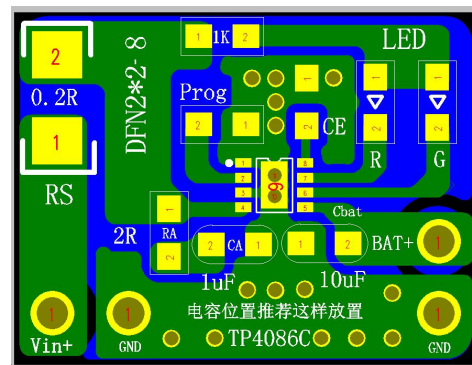

图5
- 1、 为保证各种情况下可靠使用，防止输入电源插拔所产生的尖峰和毛刺电压损坏芯片，芯片VCC端(使用RS、RA及CA器件)必须按照典型电路应用才可保证高压输入不被损坏，建议TP4086B/C典型应用情况下，Vcc端口电容采用X7R的1uF陶瓷电容，电容耐压选择最高输入电压1.5~2倍；BAT端采用10uF陶瓷电容。所有电容位置以靠近芯片引脚为优，电容地并集中连接于芯片地，不宜过远(电容位置可参考下图PCB, 图4及图5)。